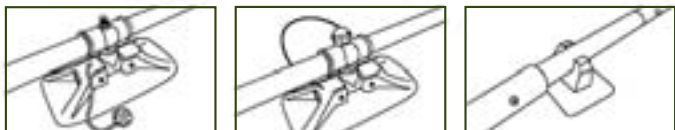

рис. 9
- Установите весла, зафиксировав их шариками уключин (рис.9).